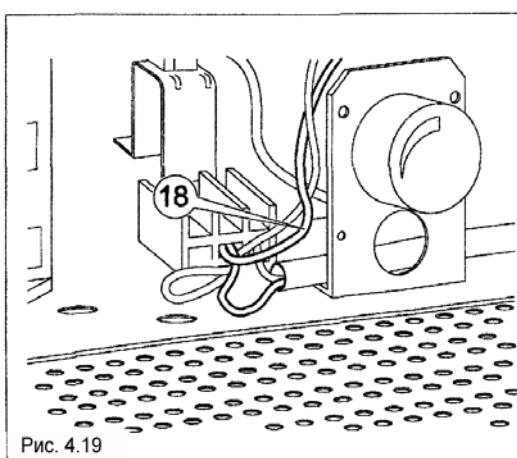

Рис. 4.19
- Подключите группу охлаждения к электрической сети (вставьте в соединительную коробку синий провод п. 18) (рис. 4.19).